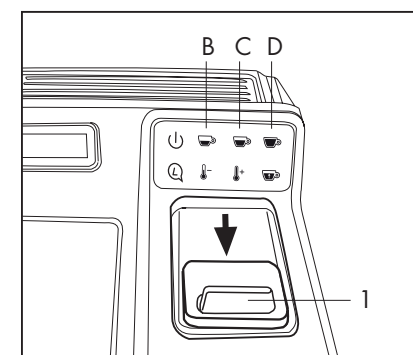

Abb. 11
- Schließen Sie die Klappe (1) und Drücken Sie nach Wunsch eine der Abgabetasen (B) (C) (D). (Abb. 11)